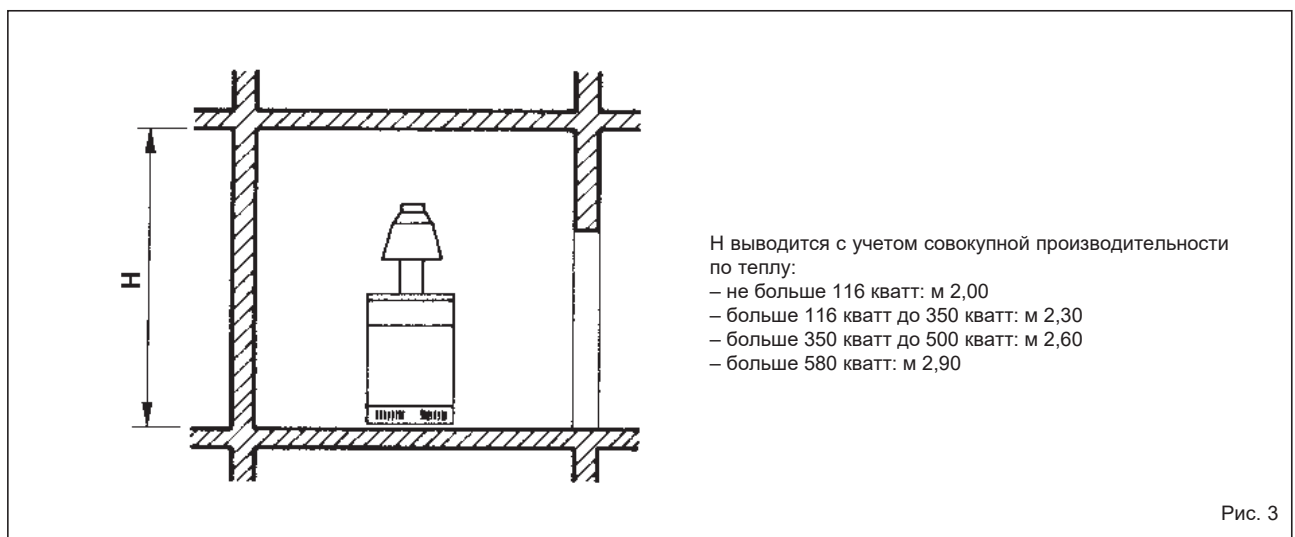

Рис. 3
1.5 ПОТЕРЯ ДАВЛЕНИЯ В КОТЛЕ (Рис. 3)
2.1 ПОМЕЩЕНИЕ КОТЕЛЬНОЙ И ВЕНТИЛЯЦИЯ (Рис. 3)
Модели "RX 37-48-55 E" с мощностью более 35 кВт должны размещаться в техническом помещении, имеющем определенные размеры и отвечающем требованиям в соответствии с Законом DM. 12/04/96 № 74 "Об утверждении правил техники безопасности для предотвращения пожаров при проектировании, строительстве и эксплуатации термических устройств, работающих на газовом топливе". Высота помещения, где устанавливается котлоагрегат, должна соответствовать размерам, приведенным на рис. 3. Кроме того, для притока воздуха в помещение необходимо сделать во внешних стенах воздухоудку, поверхность которых, рассчитанная в соответствии с п.4.1.2 этого же DM. норматива, ни в коем случае не должна быть меньше 3000 см^2 , а в случае использования газа с плотностью больше 0,8 меньше 5000 см^2 .